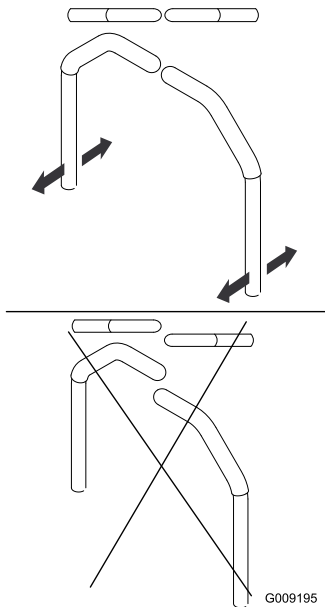

Рисунок 63
- Вирівняйте важелі в положенні спереду на зад, поєднавши важелі разом у НЕЙТРАЛЬНОМУ положенні, та посунувши їх, доки вони не вирівняються, потім затягніть болти (Рисунок 63).